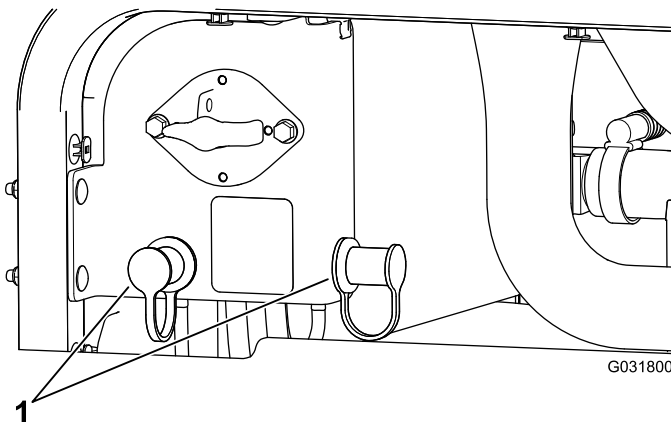

Bild 97
3. Nehmen Sie die Abdeckungen von den Starthilfepolen ab (Bild 97).